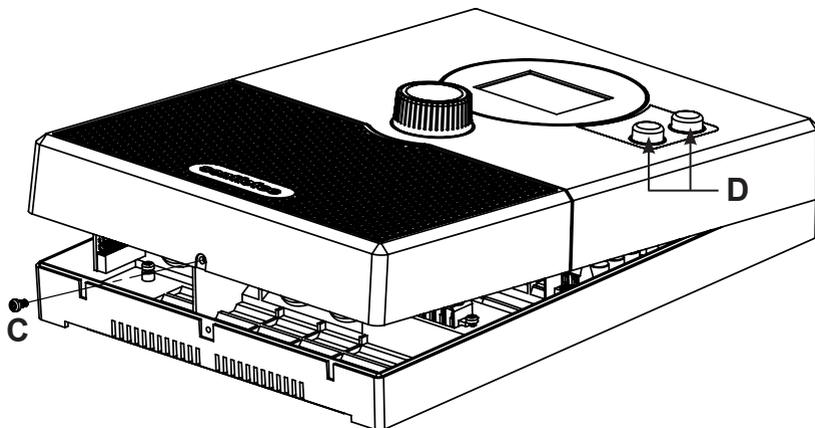

Fig. 2 Retirar la tapa de la carcasa
2. Retire con un destornillador el tornillo de la carcasa **C** y levante la tapa de la carcasa por el lado inferior (véase la **Fig. 2**).